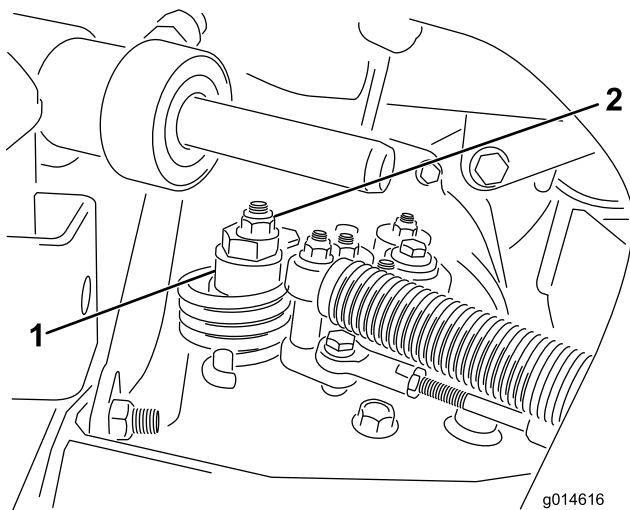

Figura 48
- A. Afloje la tuerca que sujeta el excéntrico a la parte superior del hidrostato (Figura 48).
- C. Gire el excéntrico hasta que no haya movimiento en ningún sentido. Cuando la rueda deje de girar, apriete la tuerca para bloquear el excéntrico y el ajuste (Figura 48). Compruebe el ajuste con el acelerador en las posiciones Lento y Rápido.